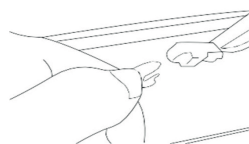

fig. 3
- Desconecte os fios da lâmpada (fig.3).